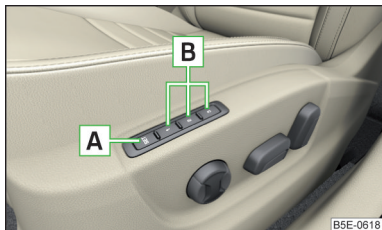

Abb. 63
Unter den Speichertasten am Fahrersitz kann jeweils eine Einstellung der Fahrersitz- und Außenspiegelposition gespeichert werden » Abb. 63.
- › Die Taste **SET** » Abb. 63 halten und innerhalb von 10 s gleichzeitig die gewünschte Speichertaste drücken. Das Speichern wird mit einem akustischen Signal bestätigt.
- › Die Zündung einschalten und die gewünschte Speichertaste » Abb. 63 drücken.